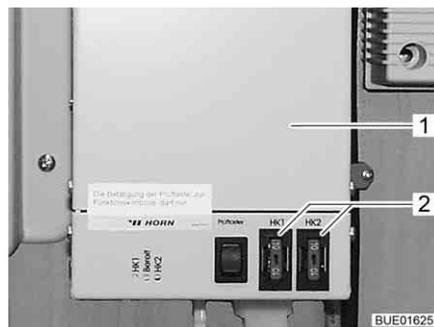

Fig. 130 Régulateur du chauffage des conduites des eaux usées
Les fusibles se trouvent sur le régulateur (Fig. 130,1).
- Changer le fusible (Fig. 130,2).